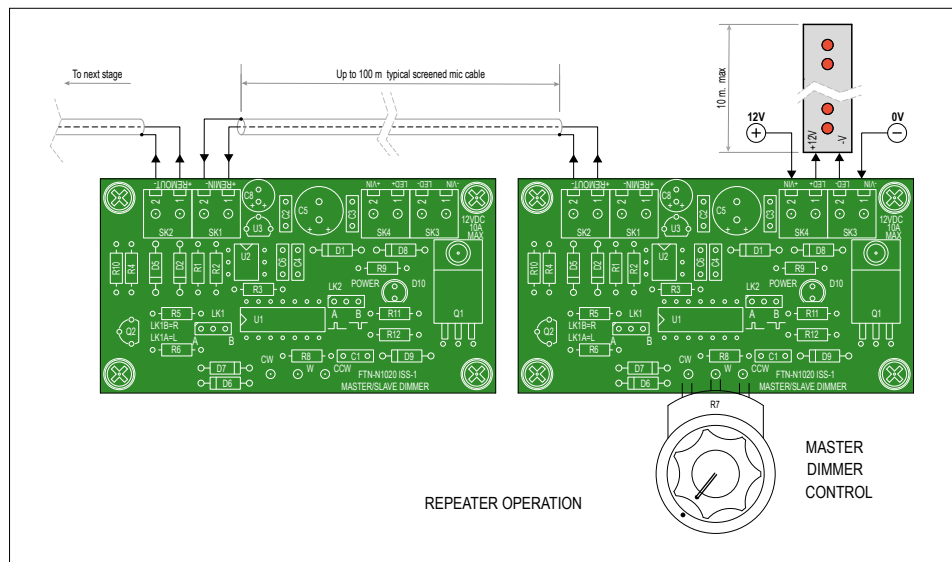

Figure 3. Interconnexion de deux cartes utilisées en mode répéteur (maître/esclave). La distance maximale possible est de 100 m.
- Positionné en B, le cavalier LK1 permet de commander à distance un second gradateur (**fig. 3**). Maître et esclave se relient via un câble de microphone blindé monobrin (jusqu'à 100 m de longueur).